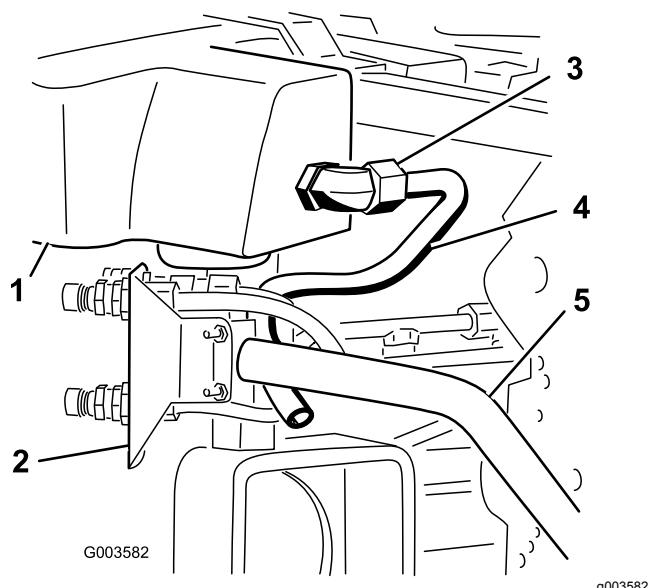
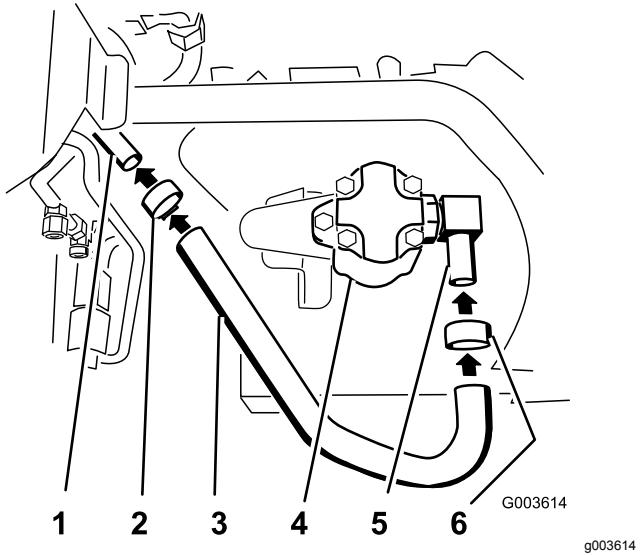
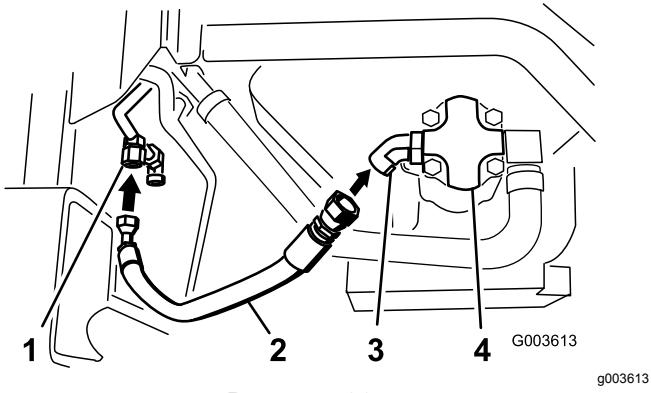
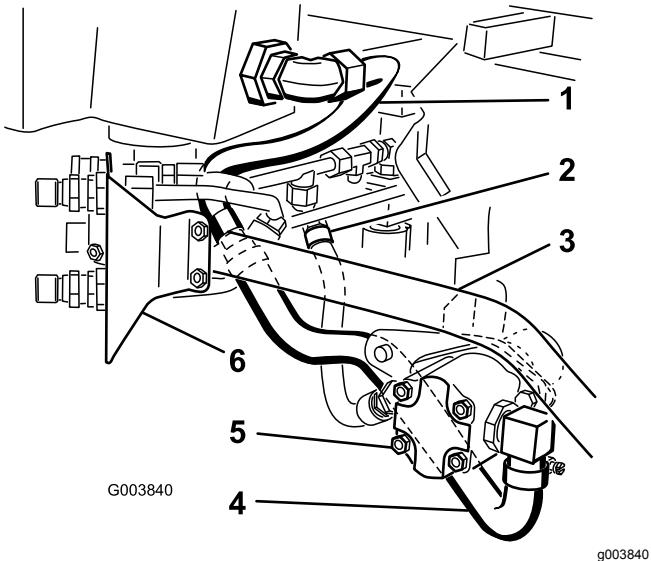

Рисунок 26
Рисунок 27
Рисунок 30
Рисунок 31
4. Разместите гидравлическую трубку № 3 на машине, как показано на Рисунок 26.
5. Подсоедините гидравлическую трубку № 3 к большому прямоугольному колену, установленному в сетчатый фильтр и гидравлический бак (Рисунок 26 и Рисунок 31).
- Подсоедините большой гидравлический шланг к прямоугольному колену, установленному в боковой части гидравлического насоса (Рисунок 27 и Рисунок 31).
- Затяните шланговый хомут, надетый на шланг и колено (Рисунок 27).
- Подсоедините большой гидравлический шланг к гидравлической трубке № 3 (Рисунок 27).
- Затяните шланговый хомут, надетый на шланг и гидравлическую трубку № 3 (Рисунок 27).
- Подсоедините гидравлический шланг со штуцерами к 45-градусному колену, установленному в гидравлический насос (Рисунок 30 и Рисунок 31).
- Правильные расположения шлангов и гидравлических трубок, подсоединенных к гидравлическому насосу, см. на Рисунок 31.